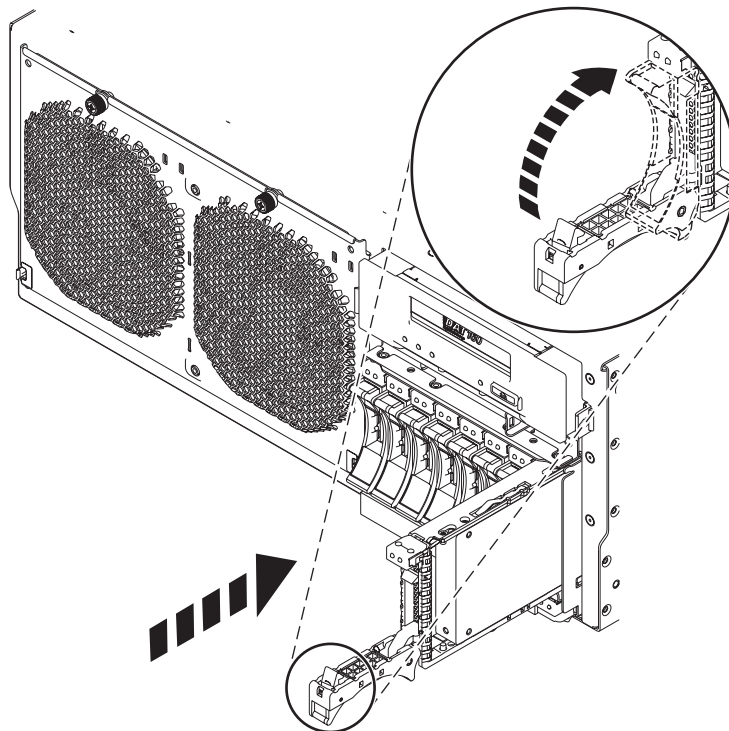

Figure 22. Remplacement d'une unité de disque dans l'unité centrale
7. Lorsque le voyant d'identification clignote, faites glisser complètement l'unité de disque ou l'unité SSD dans l'unité centrale ou dans une unité d'extension, et poussez complètement la poignée (A) de l'unité jusqu'à ce qu'elle se verrouille, comme indiqué à la figure 22.